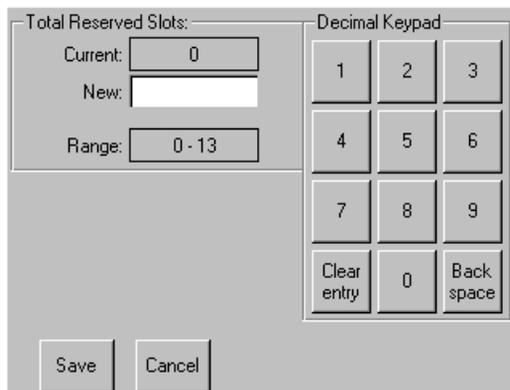

Abbildung 28: Ziffernblock für reservierte Fächer
3. Drücken Sie auf das zugehörige Feld neben der Option **Total Reserved Slots** (Anzahl reservierter Fächer). Ein numerisches Tastenfeld wird angezeigt (siehe Abbildung 28).